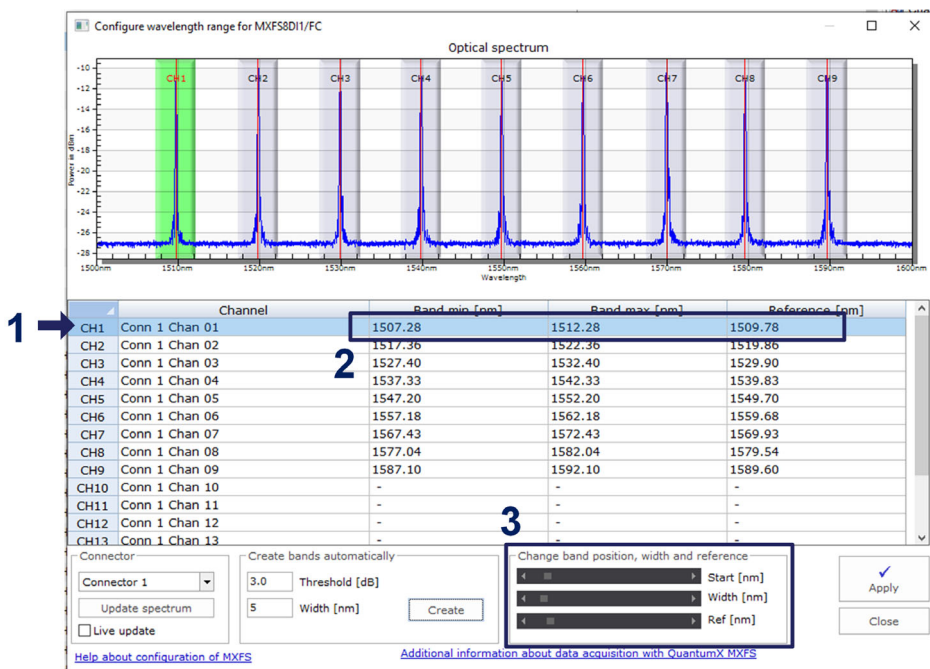

Abb. 5.12 Anpassen der Bänder
- Durch Auswählen der gewünschten Kanalzeile (die Zeile wird in der Tabelle blau hervorgehoben und das Band wird in der Grafik grün hervorgehoben) – Ziffer 1 in Abb. 5.12.
- Durch Eintragen des Minimalwertes des Bands, des Maximalwertes des Bands und der Referenzwellenlänge in die Tabelle – Ziffer 2 in Abb. 5.12 –; oder
- Durch Anpassen des Minimalwertes des Bands, des Maximalwertes des Bands und der Referenzwellenlänge mit den Rollbalken unten im Fenster – Ziffer 3 in Abb. 5.12.